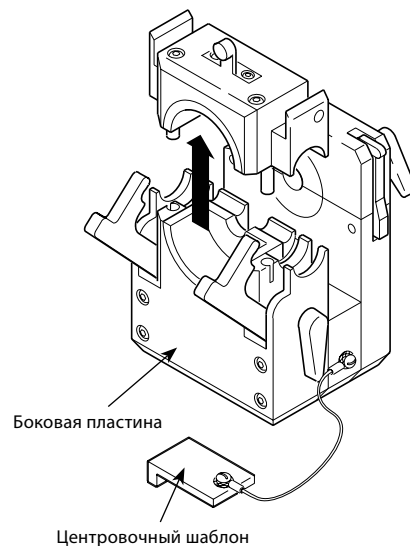

Рисунок 20. Снятие верхней части боковой пластины
5. Отсоедините и снимите верхнюю часть боковой пластины CWS-5FSP2. См. рисунок 20.